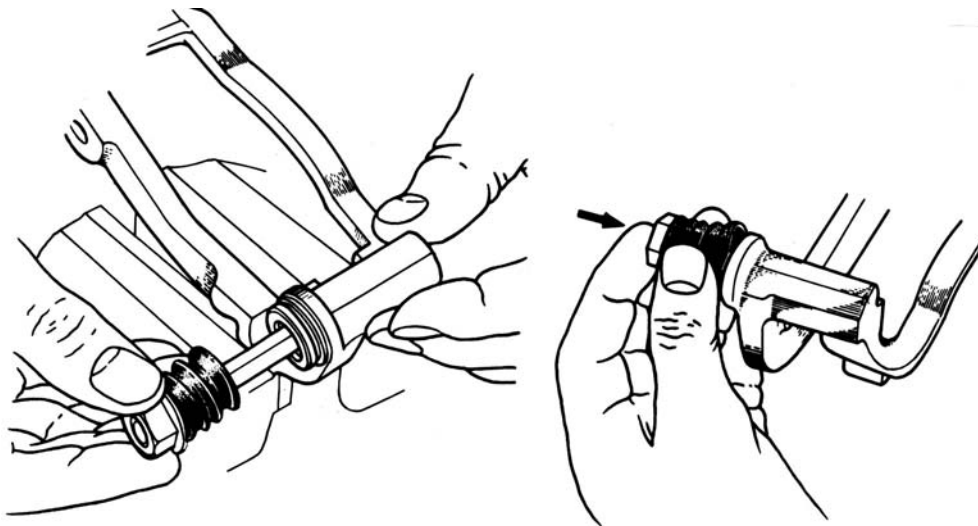

Рис. 1.15. Замена направляющих пальцев
- вывернуть болт крепления второго направляющего пальца (рис. 1.15);